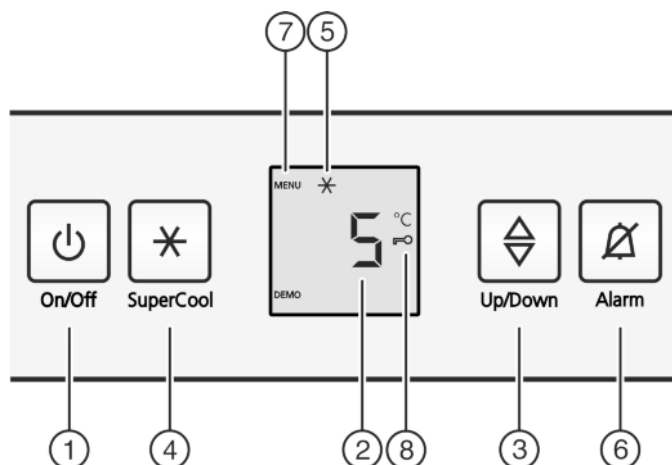

Fig. 2
- ▶ Nacisnąć przycisk On/Off *Fig. 2 (1)*.
- ▶ Nacisnąć i przytrzymać przycisk SuperCool *Fig. 2 (4)* przez ok. 5 sekund.
- ▷ Na wskaźniku pojawia się symbol menu *Fig. 2 (7)*.
- ▶ Krótco potwierdzić przyciskiem SuperCool *Fig. 2 (4)*.
- ▷ Na wskaźniku świeci symbol zabezpieczenia przed dziećmi *Fig. 2 (8)*.
- ▶ Krótco wcisnąć przycisk On/Off *Fig. 2 (1)*.
- ▶ Nacisnąć przycisk Alarm *Fig. 2 (6)*.
- ▶ Wywoływanie funkcji temperatury: Nacisnąć przycisk ustawiania *Fig. 2 (3)*.
- ▶ Zmiana temperatury krokami po 1 °C: Tyle razy naciskać przycisk ustawiania *Fig. 2 (3)*, aż na wskaźniku temperatury pojawi się żądana temperatura.
- ▶ krótko nacisnąć przycisk SuperCool Fig. 2 (4).
- ▷ Na wskaźniku świeci symbol SuperCool Fig. 2 (5).
- ▷ Na wskaźniku gaśnie symbol SuperCool Fig. 2 (5).